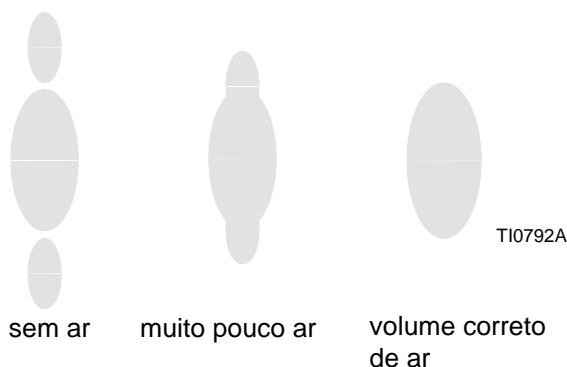

FIG. 14
5. Regule a pressão do ar de atomização para cerca de 5 psi (3,5 kPa; 0,35 bar) depois de acionar o gatilho. Verifique o leque de pintura e, de seguida, aumente ligeiramente a pressão do ar até o fluxo ficar totalmente atomizado e ser "puxado" para o leque de pintura. Consulte FIG. 14. Uma pressão de ar de 7 a 10 psi (4,9 a 7,0 kPa; 0,49 a 0,7 bar) é habitualmente suficiente para atomizar os resíduos, especialmente para materiais de baixa viscosidade. Se a regulação da pressão de ar for demasiado elevada, o material acumula-se no espalhador e diminui a eficiência da transferência. Não exceda a pressão do ar de 100 psi (0,7 MPa; 7 bar) para a pistola.